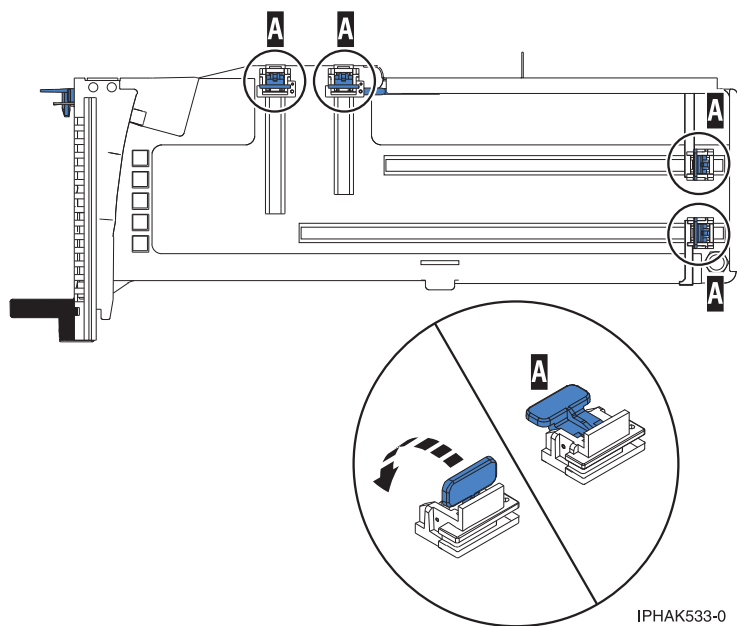

図 100. カセット内のアダプター保持器具
- a. アダプターを収容できるように、すべてのアダプター保持器具がカセットの端に押し出されていることを確認します。 99 ページの図 100を参照してください。